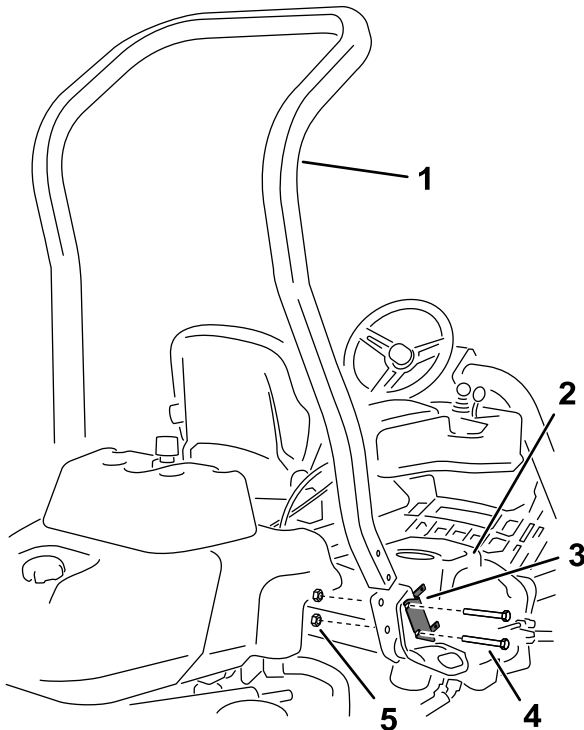

图3
4. 如图3 所示，卸下将保险丝盒支架固定至 ROPS 支架上的 2 个螺栓。